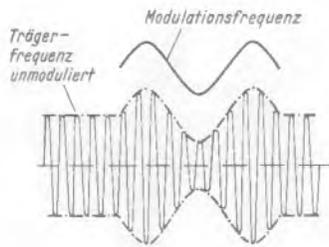
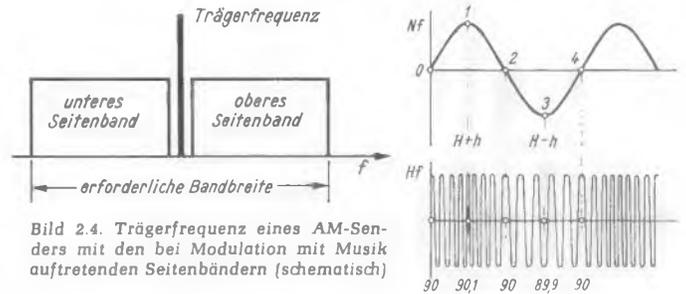

Bild 2.3. Hochfrequenz-Wellenzug, z. T. mit Amplitudenmodulation (schematisch)
Bild 2.4. Trägerfrequenz eines AM-Senders mit den bei Modulation mit Musik auftretenden Seitenbändern (schematisch)
Ursprünglich wurde beim Rundfunk nur die Amplitudenmodulation (AM) angewandt, bei der, wie der Name sagt und wie Bild 2.3 schematisch zeigt, die Amplitude der Grund- oder Trägerwelle im Rhythmus der Modulationsfrequenzen vergrößert und verkleinert wird. Dabei entstehen zu beiden Seiten der an sich unverändert bleibenden Trägerfrequenz zusätzliche Seitenfrequenzen (einmal die Summe und dann die Differenz von Trägerfrequenz  $f_0$  [sprich: eff-null] und Modulationsfrequenz  $f_m$ , also  $f_0 + f_m$  und  $f_0 - f_m$ ). Sobald mit mehreren Frequenzen gleichzeitig moduliert wird und, wie zumeist, die Modulationsfrequenzen dauernd wechseln (Musik), entsteht oberhalb und unterhalb der Trägerfrequenz jeweils ein ganzes Frequenzband, dessen Ausdehnung die höchste Modulationsfrequenz bestimmt (Bild 2.4). Beide Seitenbänder zusammen ergeben das Frequenzband des Senders. Die Sollbreite dieser Frequenzbänder (=  $2 \times$  höchste Modulationsfrequenz) hat man im Mittelwellenbereich (MW) wegen der übergroßen Zahl unterzubringender Sender auf 9 kHz beschränkt, obwohl diese Bandbreite für eine gute Musikwiedergabe nicht ausreicht.